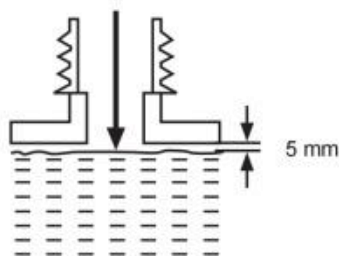

Fig. 17
3) Non riempire eccessivamente e lasciare circa 5 mm di spazio dal bordo inferiore per consentire al lubrificante di espandersi (Fig. 17).